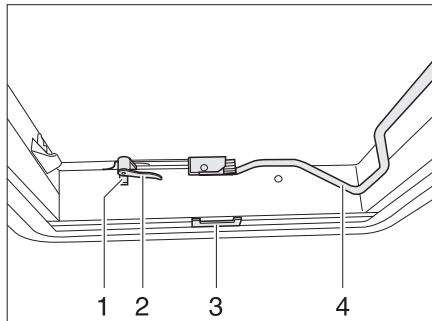
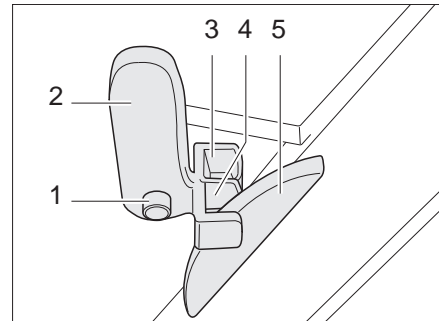

Bild 46 Heki-Dachhaube, geschlossen
Bild 47 Heki-Dachhaube in Lüftungsstellung 1
- Sicherungsknopf (Bild 46,1) drücken und Verriegelungshebel (Bild 46,2) eine viertel Umdrehung nach innen drehen.
- Bügel (Bild 46,4) nach unten aus der Arretierung ziehen.
- Verriegelungshebel (Bild 46,2 und Bild 47,2) eine viertel Umdrehung drehen. Die Nase der Dachverriegelung (Bild 47,5) muss dabei in die obere Verriegelungsgabel (Bild 47,3) eingreifen.
- Sicherungsknopf (Bild 47,1) drücken und Verriegelungshebel (Bild 47,2) zurückdrehen. Die Nase der Dachverriegelung (Bild 47,5) muss dabei in die untere Verriegelungsgabel (Bild 47,4) eingreifen.